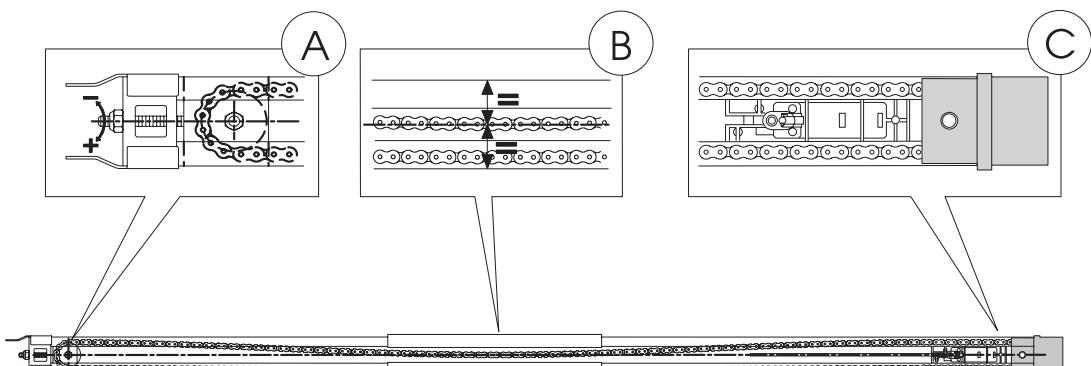

Fig. 8
- Coricare la guida di scorrimento sul fianco (Fig. 8)
- Spingere il carrello in prossimità del gruppo innesto trazione (Fig. 8 rif. C).
- Regolare il tensionatore (fig. 8 rif. A) in modo che la zona centrale dell'ansa, formata dal ramo superiore della catena, coincida all'incirca con la mezzeria della guida di scorrimento (Fig. 8 rif. B)